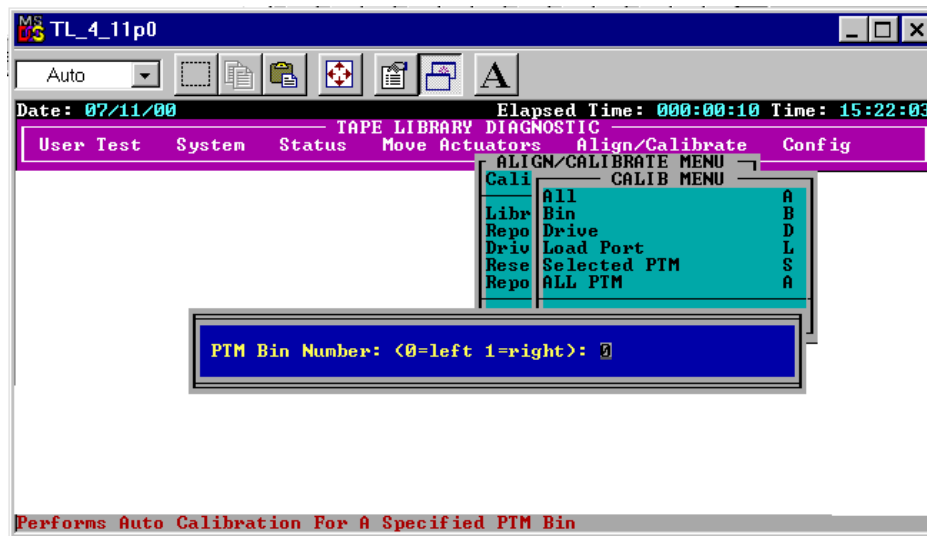

Figura 3-16. Cuadro de diálogo Calibration (Calibración)
3. Seleccione bien Selected PTM (PTM Seleccionado) (izquierda o derecha en una biblioteca concreta) o ALL PTM (TODOS LOS PTM) (consulte la Figura 3-16).